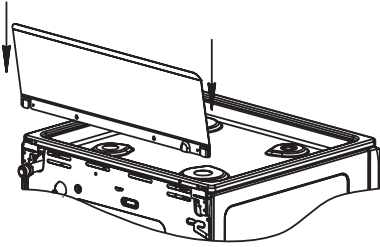

рис. 1
- Модели плит, не имеющие крышку стола, комплектуются щитком, который крепится перед установкой плиты (рис.1).